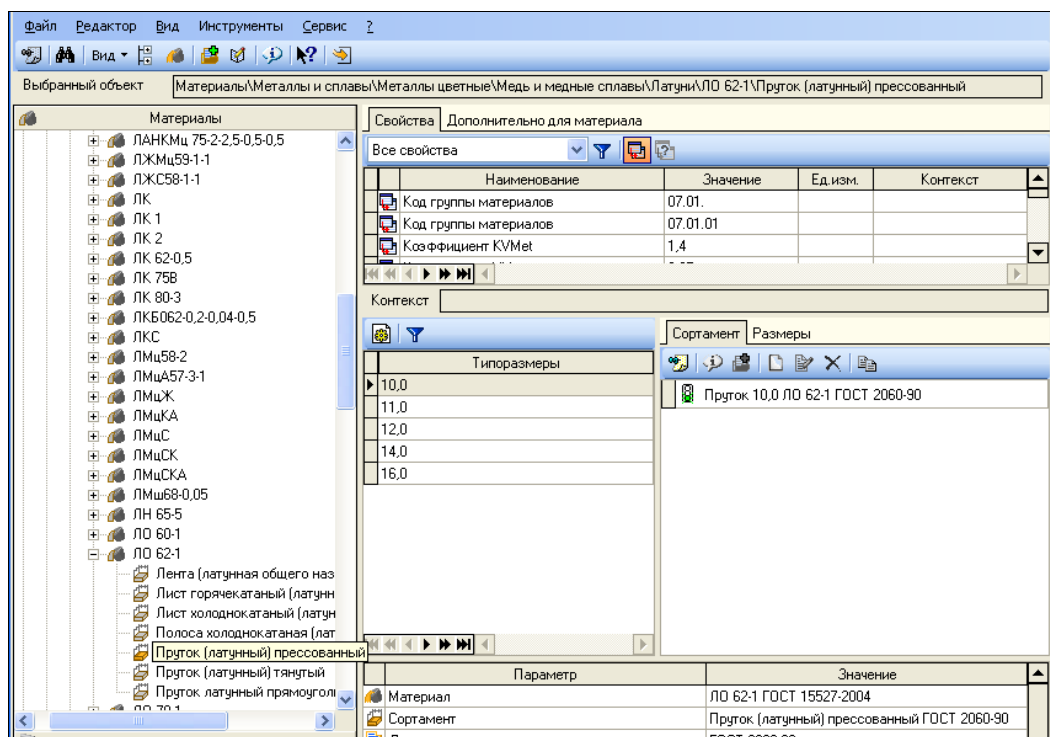

Рис. 26.14. Диалоговое окно **Библиотека материалов и сортовентов 1.3** после выбора материала
- ♦ выберите **Пруток (латунный) прессованный**. На правой Информационной панели система вывела в окнах физико-механические свойства, типоразмеры и параметры данного материала (рис. 26.14);